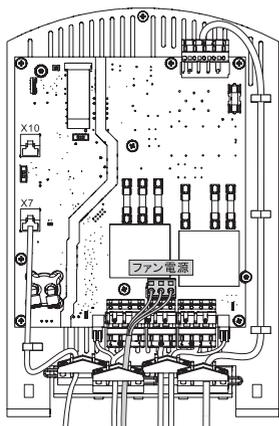

図6
- ▷ 図6:キャビネットファンを電源に接続します。そのために上部にあるネジの開け、コントロールパネルを取り外します(短いリボンケーブルを注意して抜いてください)。ファン用電源ケーブルをファン電源接続部に挿します。